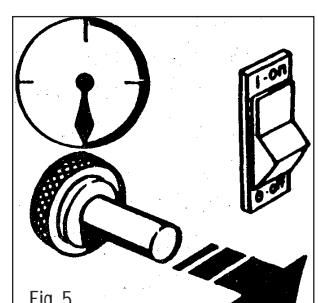

Fig. 5
- Quando o aparelho está aceso, manter o botão da valvula carregado durante 10 segundos (Fig. 5)